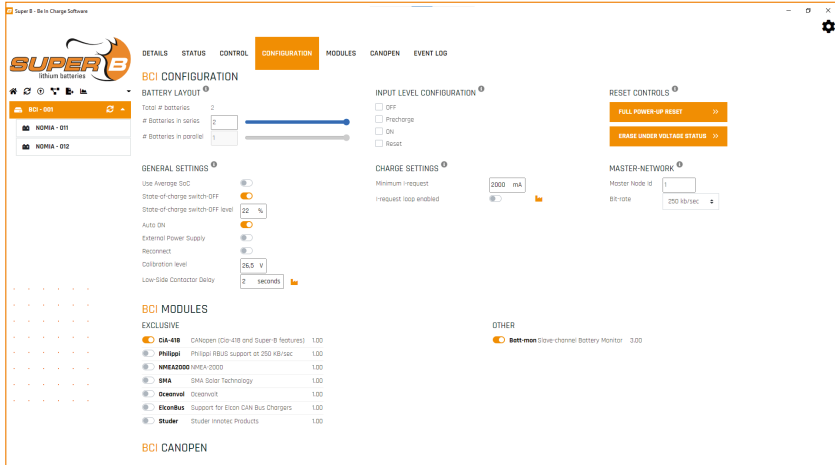

Abbildung 17. BCI-Konfiguration
- Um Änderungen an der Knoten-ID der Batterie vornehmen zu können, muss die Benutzerebene auf „Expert User“ oder „Integrator“ eingestellt werden (Abb. 17 und 18).